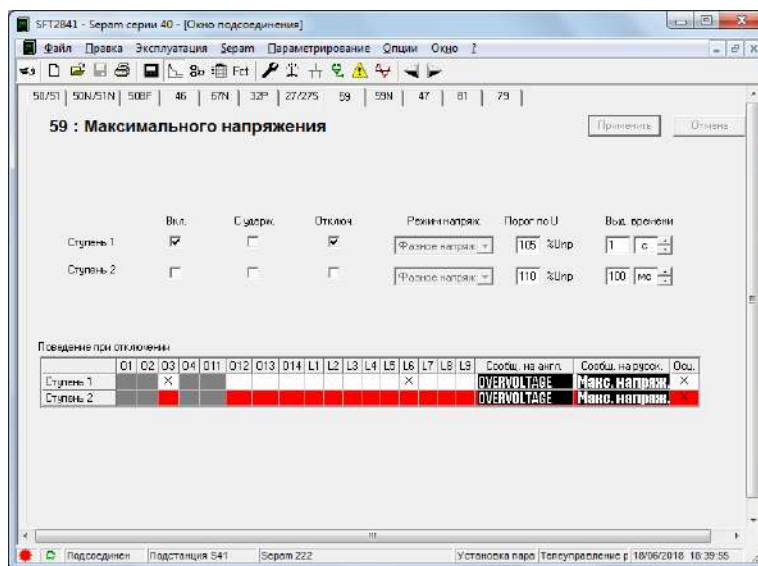

Рисунок 3.8 – Окно «59: Защита максимального напряжения»
11. На вкладке 59 расположены уставки защиты Максимального напряжения (рис. 3.8).